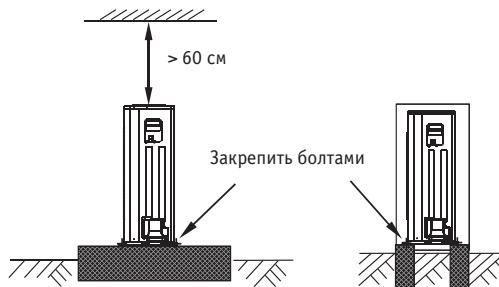

Рис. 14
- Подготовьте бетонное основание в соотвествии с характеристиками наружного блока (см. рис. 14).
- Надежно закрепите болтами опоры блока, чтобы предотвратить его падение в случае землетрясения или сильного ветра (см. рис. 14).